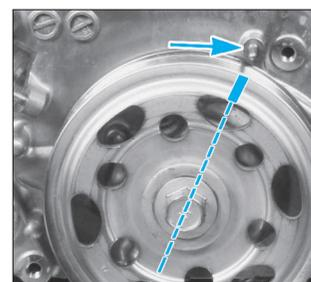

FIG. 66
- Tourner le vilebrequin dans le sens horaire et amener le repère peint de la poulie, en face du repère du carter de distribution (Fig.66).